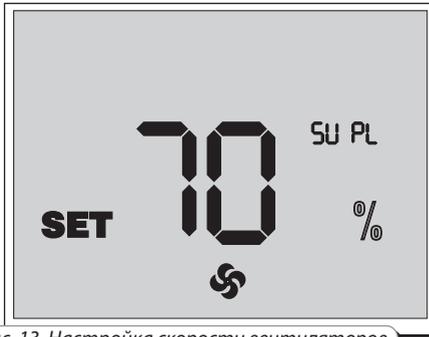

Рис. 13. Настройка скорости вентиляторов
- Для изменения производительности приточного вентилятора нажмите и удерживайте кнопку **M**, затем нажмите кнопку **▲** для увеличения или кнопку **▼** для уменьшения скорости. Каждое нажатие кнопки **▲** и **▼** увеличивает или уменьшает скорость приточного вентилятора на 1%. При нажатой кнопке **M** индикаторы дисплея отображают текущую производительность приточного вентилятора (рис. 13).